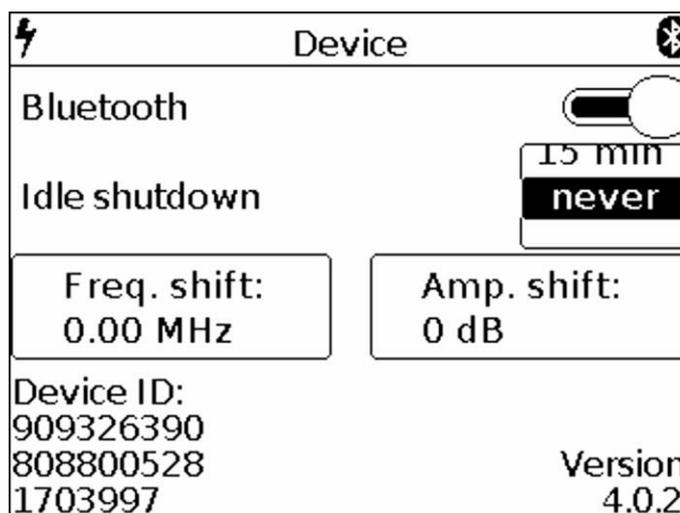

Рисунок 23 – Параметры подключения к прибору других устройств
8.2.4. Войдите в главное меню прибора, нажав кнопку (14) «**MENU**» (Рисунок 6) и выберите подраздел Device и включите передачу данных по протоколу Bluetooth, передвинув выключатель вправо, как указано в п. 7.9.2. (Рисунок 23).